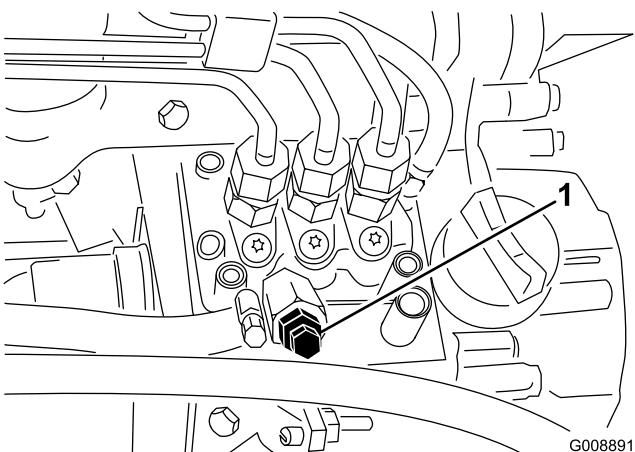

Figura 41
3. Aprite la vite di spurgo dell'aria, situata sulla pompa di iniezione del carburante (Figura 41).